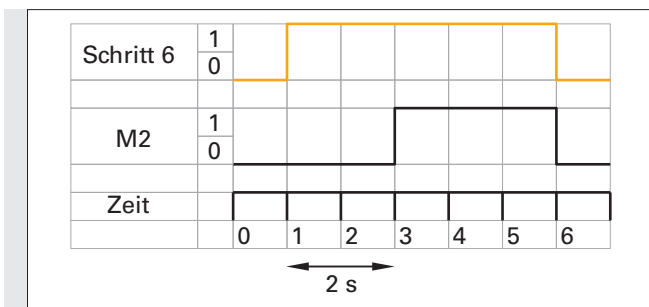

Bild 4: Diagramm zu Bild 3
**Bild 4 und 5:** Wird der Schritt 6 verlassen, bevor die 2s abgelaufen sind, wird die Aktion „M2“ natürlich nicht ausgeführt.